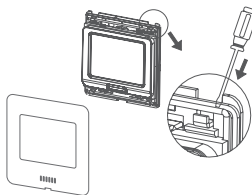

Рисунок 18. Схема сборки терморегулятора
5. После подключения проводов к терморегулятору закрепите терморегулятор к опорной пластине, установите на место лицевую панель (рис.18).